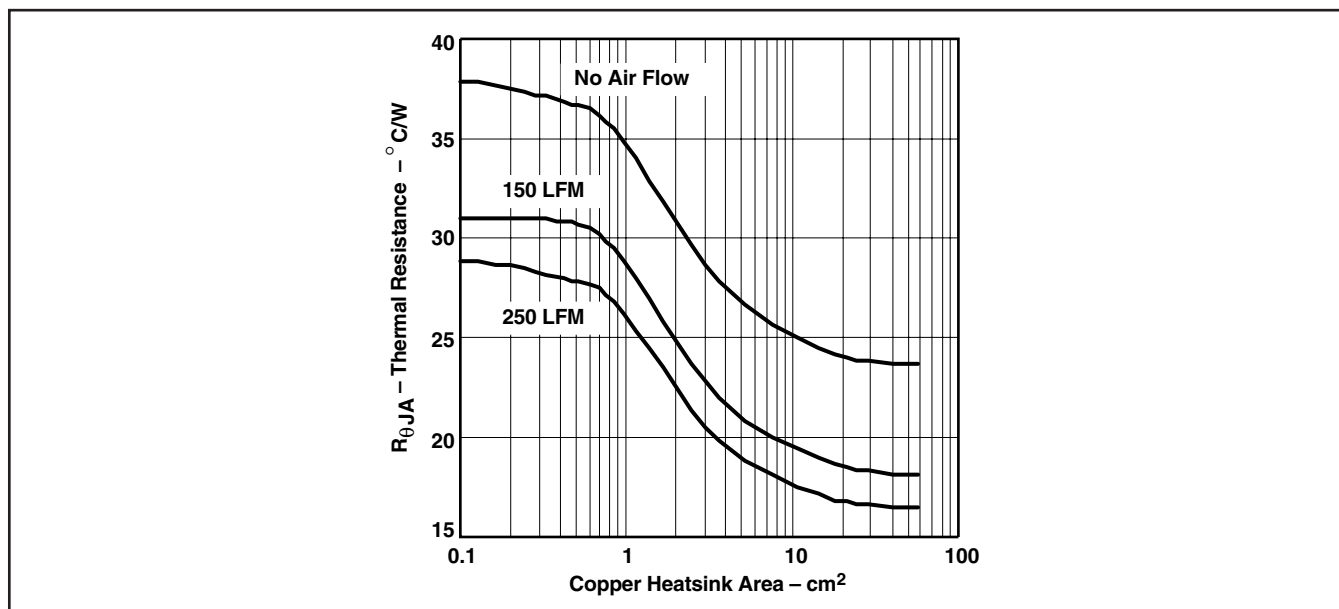
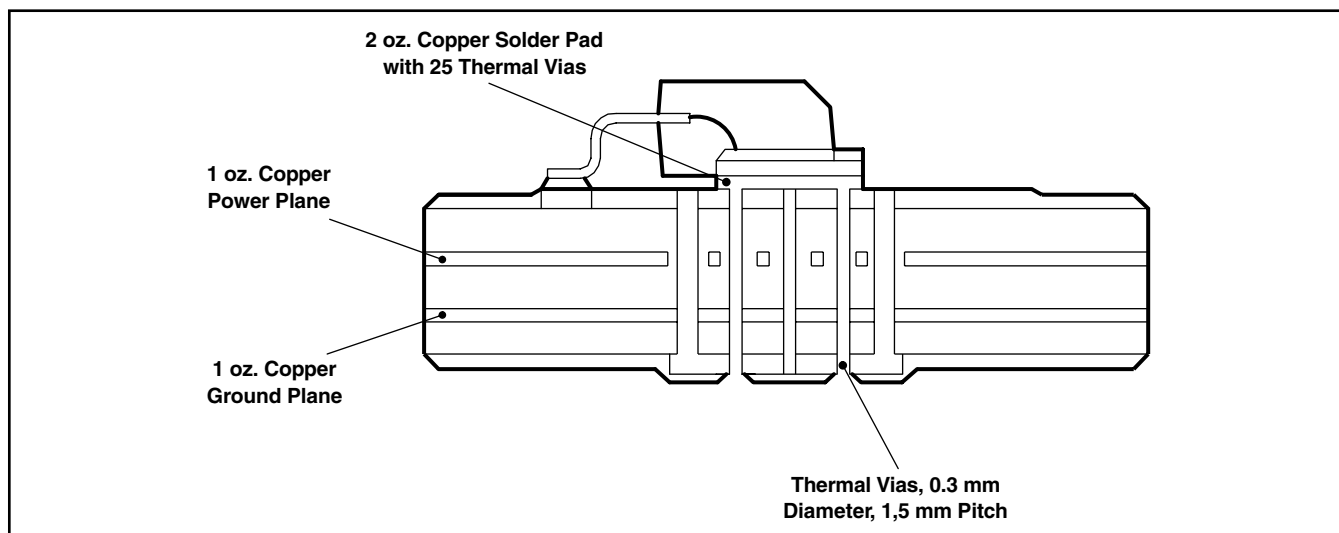

図 21. DDPKの熱抵抗対銅ヒートシンク面積
図 22. DDPKの熱抵抗
式 (5) と、図21および図24に示すコンピュータ・モデルにより生成された曲線を使用すれば、特定の周囲温度、消費電力、および動作環境に対して、必要なヒートシンクの熱抵抗と基板面積を容易に求める事ができます。
図21「DDPAKの熱抵抗対銅ヒートシンク面積」から、デバイスが2.5Wを消費するためには1cm2のグラウンド・プレーンが必要です。図21を得るためにコンピュータ・モデルで使用した動作環境は、標準JEDEC High-K (2S2P) 基板で、1オンスの内部銅プレーンおよびグラウンド・プレーンから構成されています。パッケージは、2オンスの銅パッドに半田付けされます。このパッドは、サーマル・ビアを通して1オンスのグラウンド・プレーンに接続されます。図22に、コンピュータ・モデルで使用した動作環境の側面図を示します。